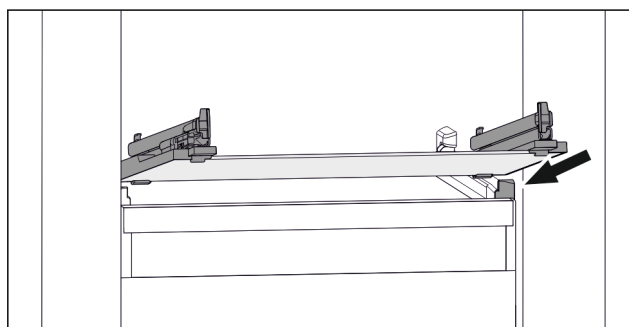

Fig. 168 Príklad zobrazenia sklenenej dosky
- Nasadte sklenenú dosku šikmo za zádržkami. (pozri Fig. 168)